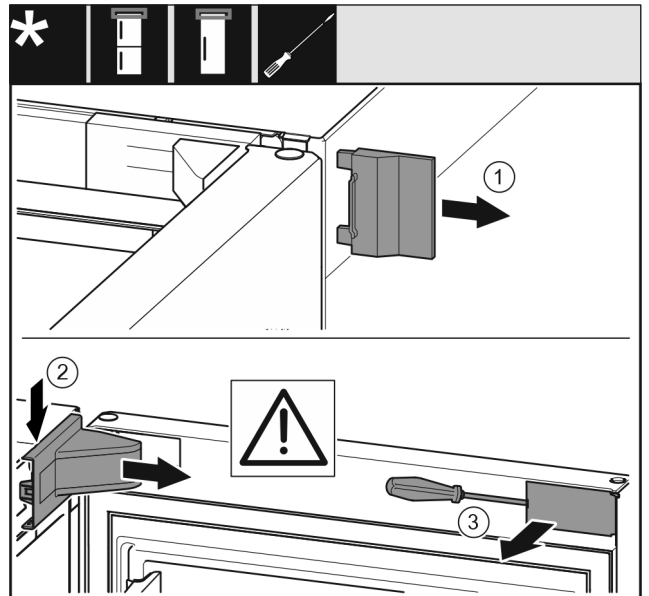

Fig. 10
- Vegye le a külső fedelet Fig. 10 (1).
- Pattintsa ki és vegye le a csapágybak fedelét Fig. 10 (2).
- Pattintsa ki a takarólemezt Fig. 10 (3) lapos csavarhúzóval, és fordítsa oldalra.